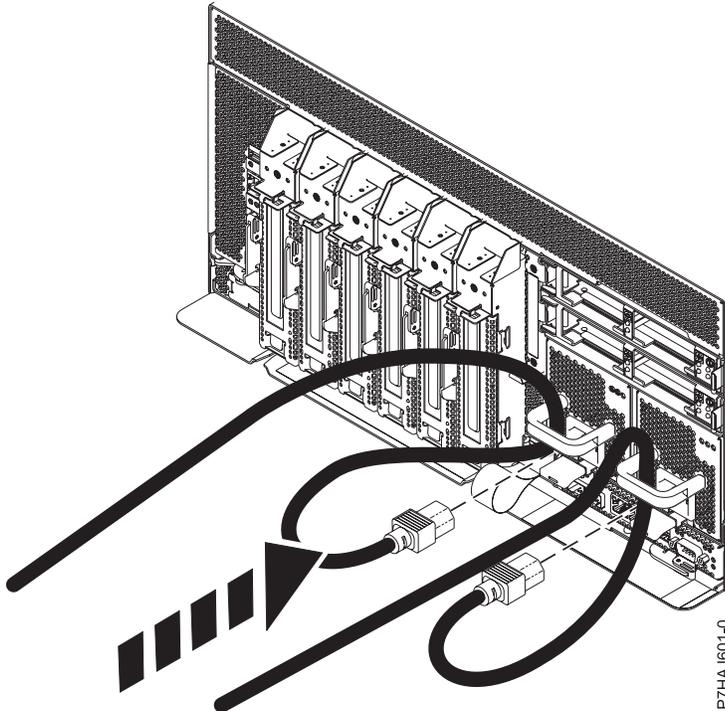

Figura 61. Conectado os cabos de energia
2. Reconecte o cabo de energia à unidade de sistema, conforme mostrado na Figura 61 na página 118. Certifique-se de que os cabos passem pelas alças.